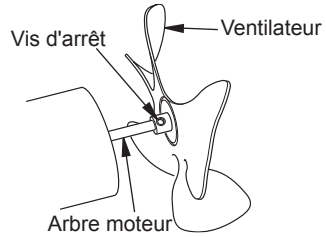

Figure 13 - Emplacement du ventilateur, de l'arbre moteur et des vis d'arrêt
**IMPORTANT** : retirez le ventilateur de l'arbre moteur avant de retirer le moteur de l'appareil de chauffage. Le poids du moteur reposant sur le ventilateur pourrait endommager l'angle des pales (voir figure 13).